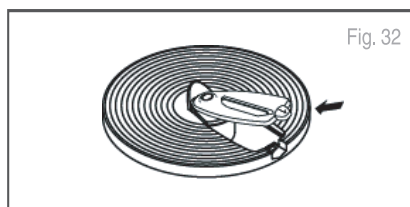

Fig. 32
1. Coloque la cuchilla deseada dentro del disco sujetador. Tome la cuchilla por el sujetador e inserte el otro extremo en el disco sujetador de cuchillas. Presione la cuchilla suavemente hacia abajo tomándola del sujetador hasta que el otro extremo encaje en el disco para cuchillas. (Fig. 32, 33). El disco sujetador y la cuchilla deben funcionar juntos. La cuchilla debe quedar asegurada por dos lengüetas pequeñas que se encuentran en el disco sujetador.